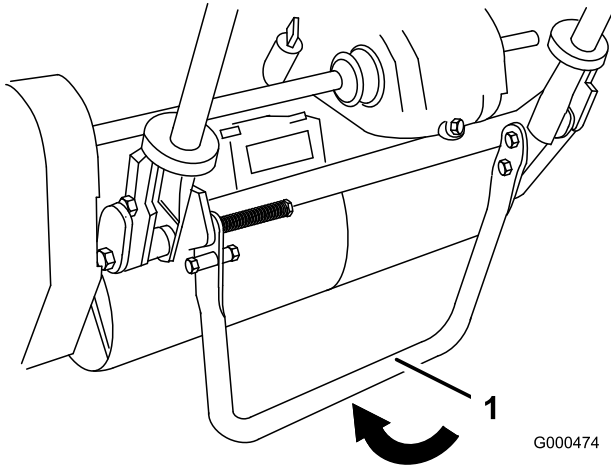

Bild 7
1. Treten Sie den Ständer mit dem Fuß nach unten und ziehen Sie den Griff nach oben, bis sich der Ständer nach vorne über der Mitte gedreht hat (Bild 7).